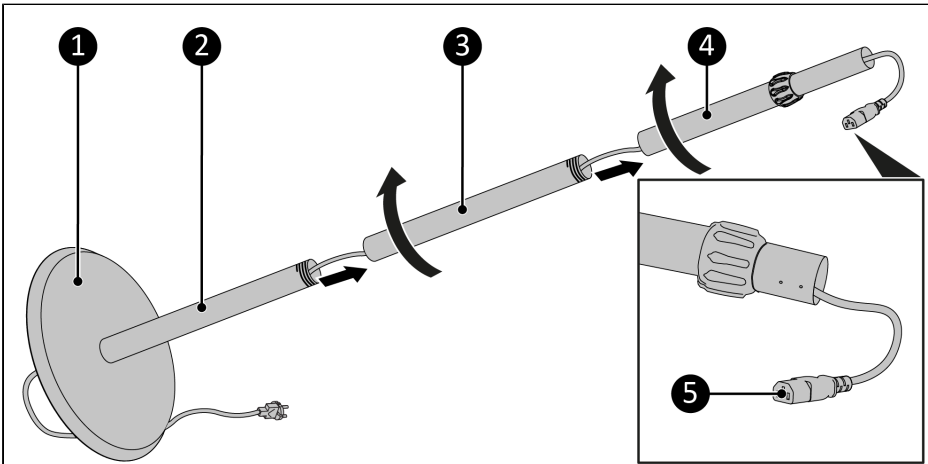

Figuur 4.
1. Draai de afstelknop (Figuur 4, pos. 1) van de verstelbare buis vast. Dit voorkomt dat de binnenbuis tijdens de montage wegvalt.